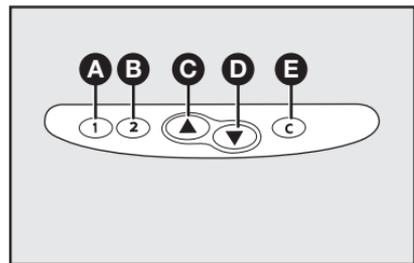

fig. 94
Pressionar brevemente (menos que dois segundos) o botão **C**—fig. 94, para o painel de vidro do teto solar iniciar o movimento de abertura do teto, que prosseguirá automaticamente até o fim de curso.
Pressionar o botão por mais de dois segundos e soltá-lo; o vidro será aberto até a posição de “spoiler”. Um novo toque breve completará a abertura até o fim de curso. Para parar o movimento, pressionar o botão **C–fig. 94** brevemente.
Para abertura do teto solar em posição intermediária, pressionar o botão **C–fig. 94** e mantê-lo pressionado. O teto iniciará o basculamento em etapas e a abertura do vidro ocorrerá até parar de pressionar o botão.
Pressionar brevemente (menos que dois segundos) o botão **D–fig. 94**, para o painel de vidro do teto solar iniciar o movimento de fechamento do teto, que prosseguirá automaticamente até o fim de curso. Para parar o movimento, pressionar o botão **D–fig. 94** brevemente.
Para fechamento do teto solar em posição intermediária, pressionar o botão **D–fig. 94** e mantê-lo pressionado. O teto iniciará o fechamento do vidro até parar de pressionar o botão.
É possível memorizar a posição de abertura ou fechamento do teto solar em posições intermediárias, utilizando os botões **A** e **B–fig. 94**.
Para memorizar a posição intermediária de abertura do teto solar, pressionar o botão **A–fig. 94** na posição desejada e soltá-los quando ouvir o beep de confirmação. Fazer o mesmo procedimento para fechamento, pressionando o botão **B–fig. 94**.
**Limpar periodicamente e/ou de acordo com a necessidade, os mecanismos de movimentação do teto solar e guarnições fig. 94. Colocar o vidro na posição de máxima abertura e limpar com um pano úmido ou esponja não abrasiva para eliminar os resíduos (poeira, folhas de árvore, etc.).**